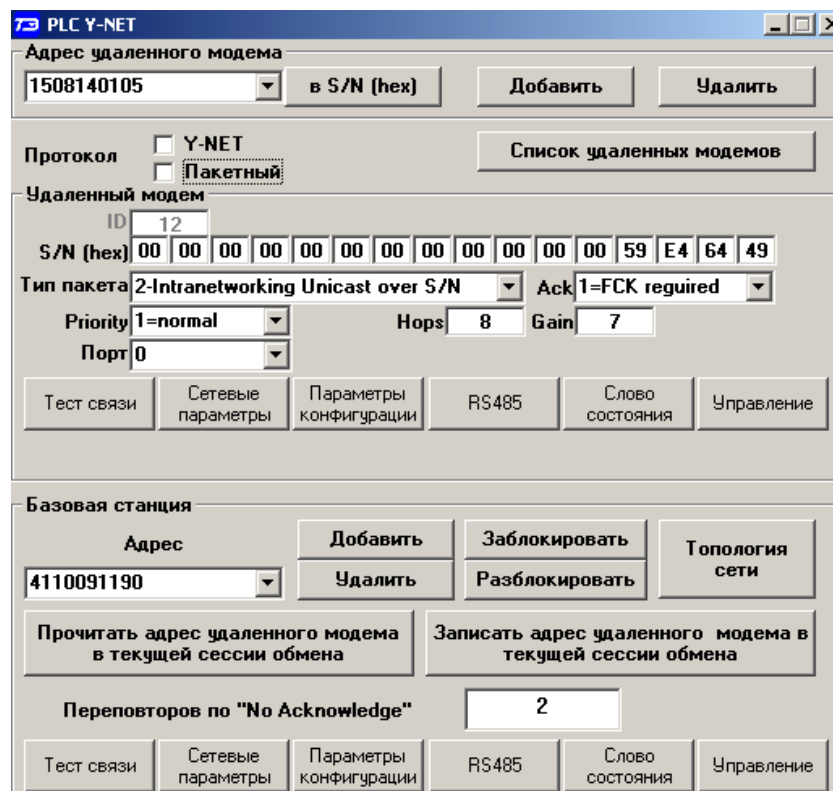

Рисунок 45 – Форма «PLC Y-NET»
- если подключения и настройки правильные, а связи нет, то, по-видимому, настройки модема отличаются от заводских настроек, и необходимо определить эти настройки нажатием на кнопку «Тест скорости» формы «Настройка интерфейса RS-485 PLC-модема». Вызов формы производится по кнопке «RS-485», расположенной в группе элементов «Базовая станция» (рисунок 45);
9) вызвать форму «Сетевые параметры и индикаторы событий PLC-модема», нажав кнопку «Сетевые параметры» в группе элементов «Базовая станция» (рисунок 45). Вид формы приведен на рисунке 47. Прочитать сетевые параметры базовой станции по кнопке «Прочитать», расположенной на поле формы и убедиться, что:
25.5.2 В окно «Адрес удаленного модема» формы «PLC Y-NET» (рисунок 45) ввести адрес PLC-модема счётчика, в качестве которого выступает серийный номер счётчика, указанный на его шкале. Ввод производить по кнопке «Добавить» в группе элементов «Адрес удаленного модема». Переписать установленный адрес удаленного модема в базовую станцию по кнопке «Записать адрес удаленного модема в текущей сессии обмена».